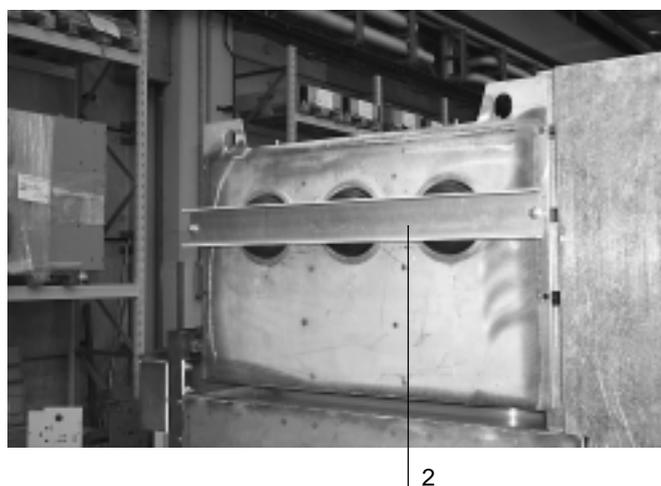

Fig. 37
Montaggio dei tappi isolanti di estremità del condotto sbarre fig. 37
- Inserire i tappi di chiusura fig. 37 (1) negli isolatori passanti del condotto sbarre. Montare il blocco come indicato in fig. 37 (2), fino a mandarlo in battuta con la flangia dei passanti.
Assembly of the insulating caps on the end of the busbar duct fig. 37
- Insert the closing caps - fig. 37 (1) in the insulator bushings of the busbar duct. Mount the lock as shown in fig. 37 (2), until it touches the flange of the bushings.